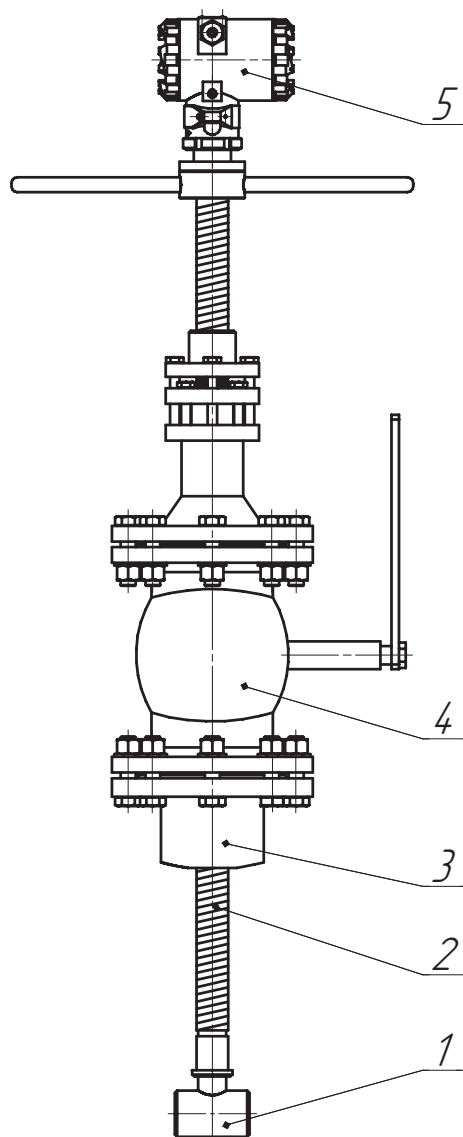

Рисунок 1. Устройство погружного преобразователя расхода
Погружной расходомер (см. рисунок 1) состоит из датчика (1), штанги (2), приварного патрубка (3), шарового крана (4) и электронного блока (5). Датчик конструктивно выполнен как проточный вихревой расходомер и измеряет скорость потока в одной точке.